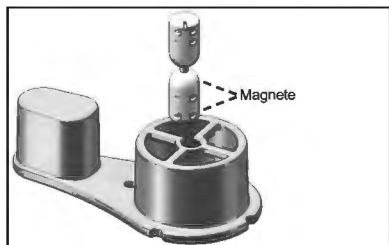

Figura 2
2. Assicurarsi che la clessidra magnetica dell'ELD possa ruotare liberamente sul mirino dell'ELD. Se la clessidra si stacca dal supporto, può essere reinserita fissandone il collo nella fessura del supporto, come indicato nella figura 2. Rispettare la configurazione dell'orientamento della clessidra. Il magnete deve essere rivolto verso il basso, come indicato.